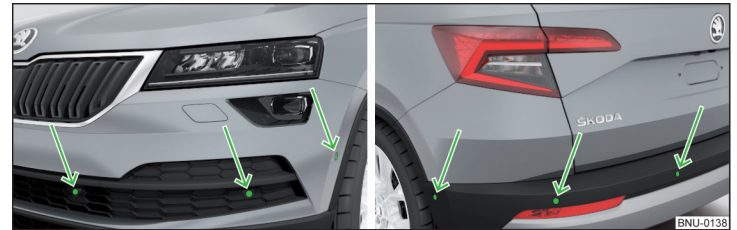

Abb. 260 **Verbauort der Sensoren auf der linken Fahrzeugseite: vorn / hinten**
- Die Systemsensoren » Abb. 260 auf Seite 229 sauber, schnee- sowie eisfrei halten und mit keinerlei Gegenständen abdecken, anderenfalls kann die Systemfunktion eingeschränkt sein.
Das System berechnet mithilfe von Ultraschallwellen den Abstand zwischen dem Stoßfänger und einem Hindernis. Die Ultraschallsensoren befinden sich je nach Fahrzeugausstattung im hinteren bzw. auch im vorderen Stoßfänger » Abb. 260.